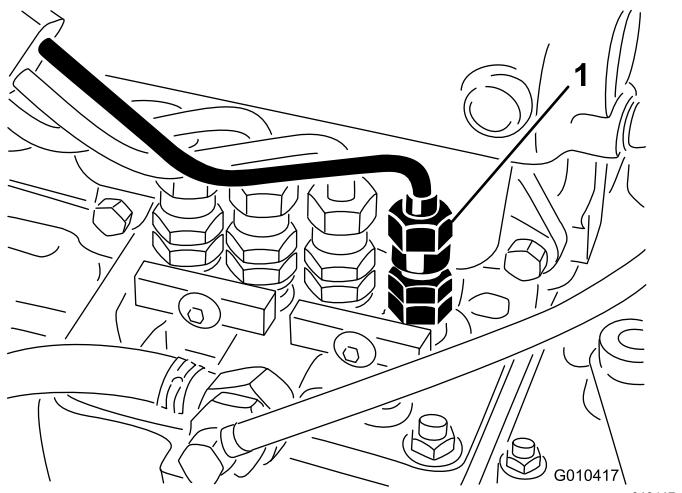

Bild 40
1. Lockern Sie den Leitungsanschluss an der Einspritzdüse Nr. 1 und dem Halter an der Einspritzpumpe (Bild 40).